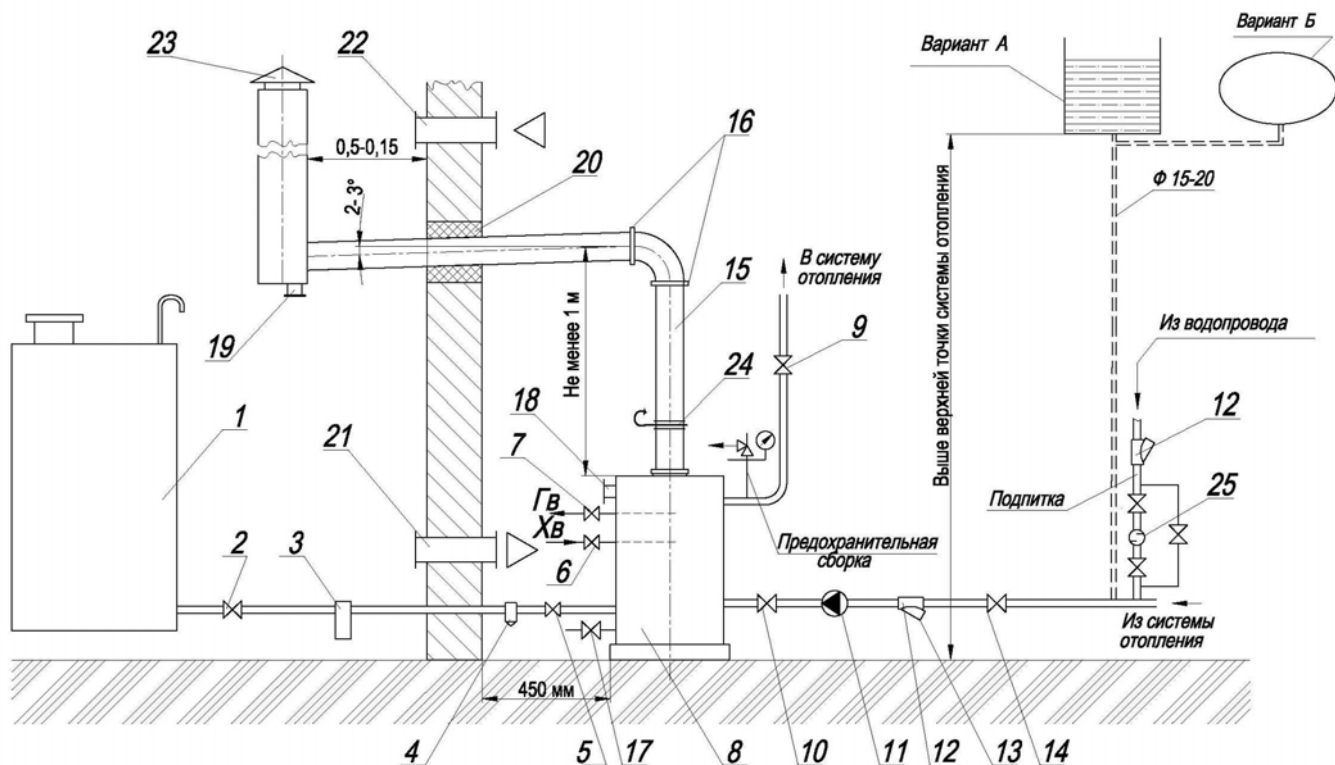

Рис. 3
3.1.4 На рис.3 показана **рекомендуемая** схема обвязки котла.